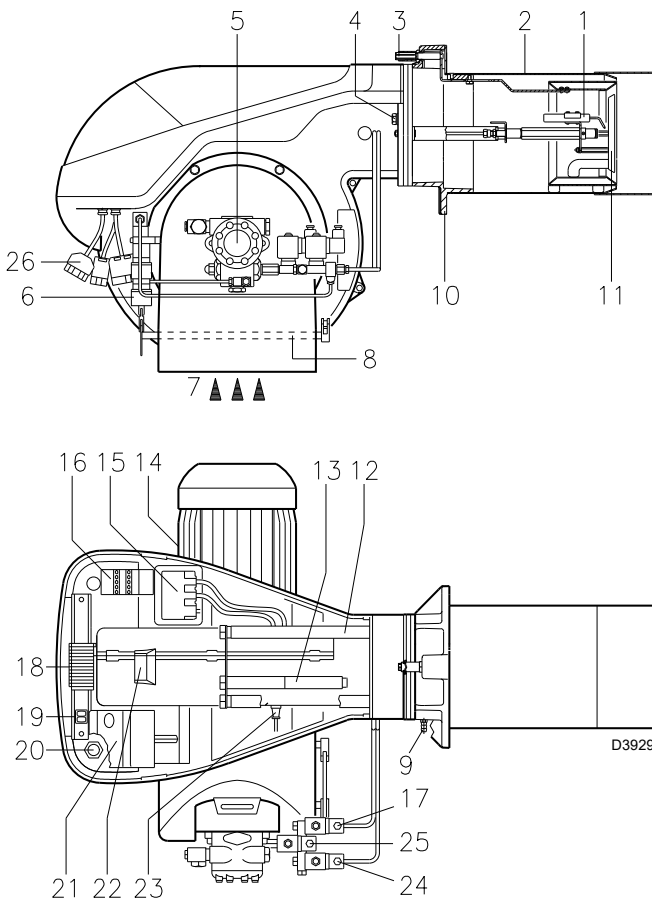

Fig. 1
Bloqueio do equipamento: o acendimento do botão (led vermelho) do equipamento 21)(Fig. 1) indica que o queimador está bloqueado.
Bloqueio do motor: para desbloquear, premir o botão do relé térmico 16)(Fig. 1).
- 4 - Prolongadores 13)(Fig. 1) para guias 12)(Fig. 1)